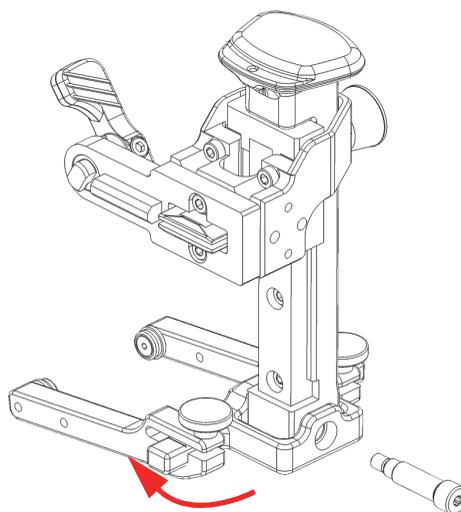

Figure 2-23 Retournement de l'axe rotatif de la fourche
6. Retournez l'axe rotatif de la fourche à 180 degrés et faites-le glisser à nouveau dans le rail du bras à ressort (Figure 2-23 à la page 59).